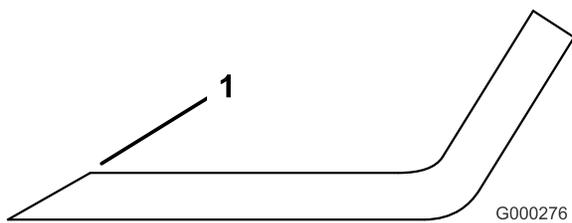

Figura 71
1. Afe a extremidade de corte em ambas as extremidades da lâmina (Figura 71). Mantenha o ângulo original. A lâmina manterá o equilíbrio se for retirada a mesma quantidade de material de ambas as extremidades de corte.